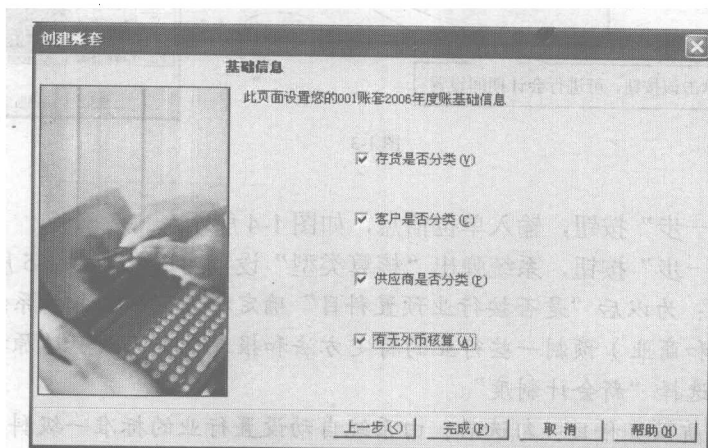

图 1-6
(4) 单击“下一步”按钮弹出“基础信息”设置接口，如图 1-6 所示。